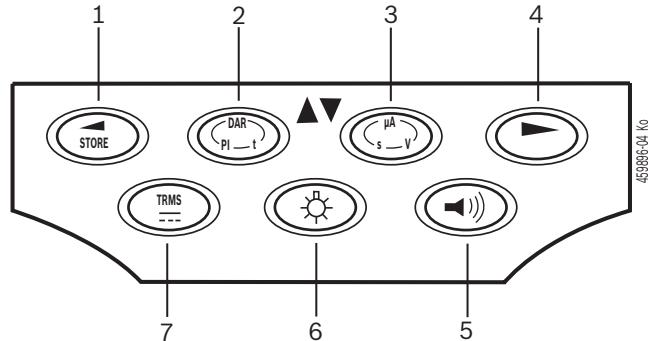

Fig. 3: Touches de fonction FSA 050
Le rétroéclairage de l'écran LCD peut être sélectionné lorsque le FSA 050 est activé (Fig. 3, pos. 6). Le rétroéclairage est désactivé automatiquement après 20 secondes.
Le ronfleur (Fig. 3, pos. 5) peut être activé pour mesurer la continuité. Le symbole apparaît sur l'écran LCD (Fig. 5, pos. 4).
○ Lors d'une communication Bluetooth, après une pression sur la touche de sélection ► (Fig. 3, Pos. 4), l'afficheur LCD indique pendant env. une seconde **BT** (Fig. 5, Pos. 2).